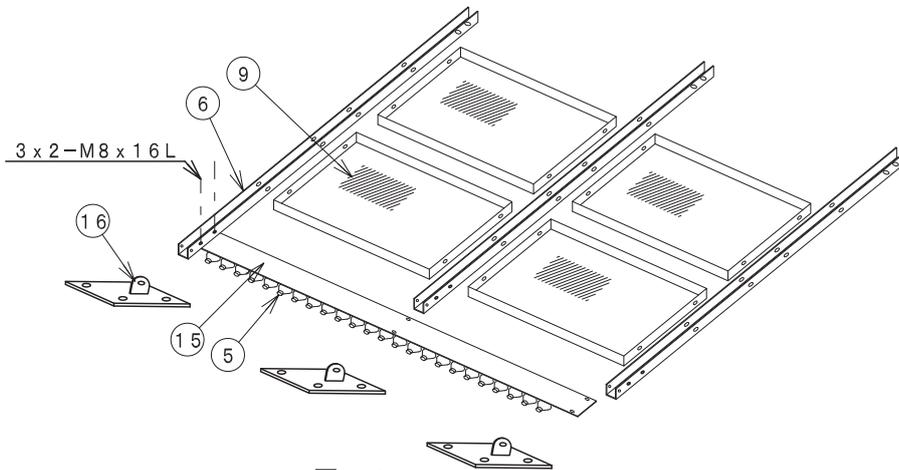

図 1.
- 図1 フレームは裏側面から組立てます。サイドフレーム左右中⑥とジョイントフレーム⑬⑮反射板⑨を取付けます。